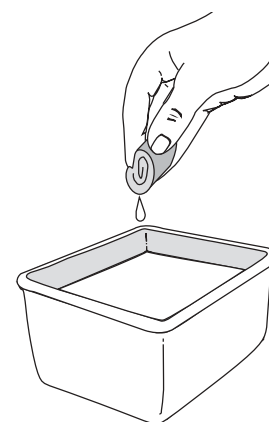

Figure 28
3. Lave el filtro con agua y detergente (Fig. 28). Enjuague bien el filtro. Escorra el exceso de agua. Déjelo secar por completo.